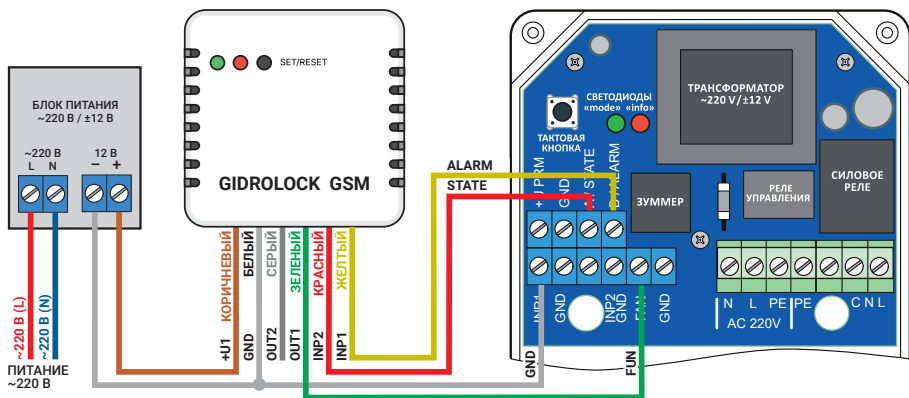

Рис. 5. Схема подключения GSM-модема GIDROLOCK с внешним блоком питания (пример подключения).
5.6 К блоку управления можно подключить **GSM-модем GIDROLOCK**. Схема подключения приведена на рис.5. Для питания GSM-модема GIDROLOCK потребуется внешний отдельный блок питания 220В/8...15В (1,0А).